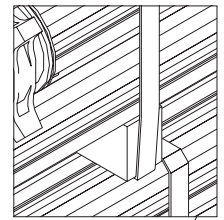
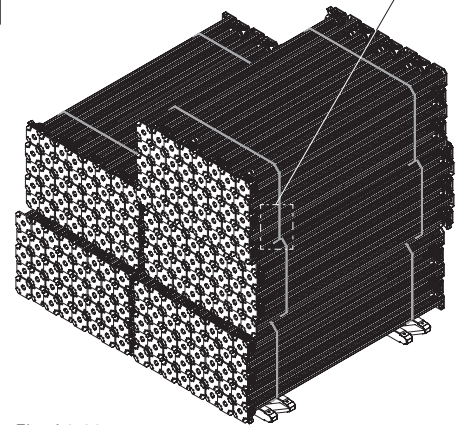

Fig. A8.02a
Fig. A8.02
- MULTIPROP MP con spessori di legno e reggetta di acciaio. (Fig. A8.02 + Fig. A8.02a)